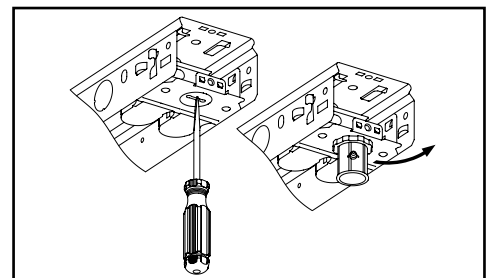

Figure 2.
1. Retirez les entrées défonçables et installez le raccord (Figure 2).